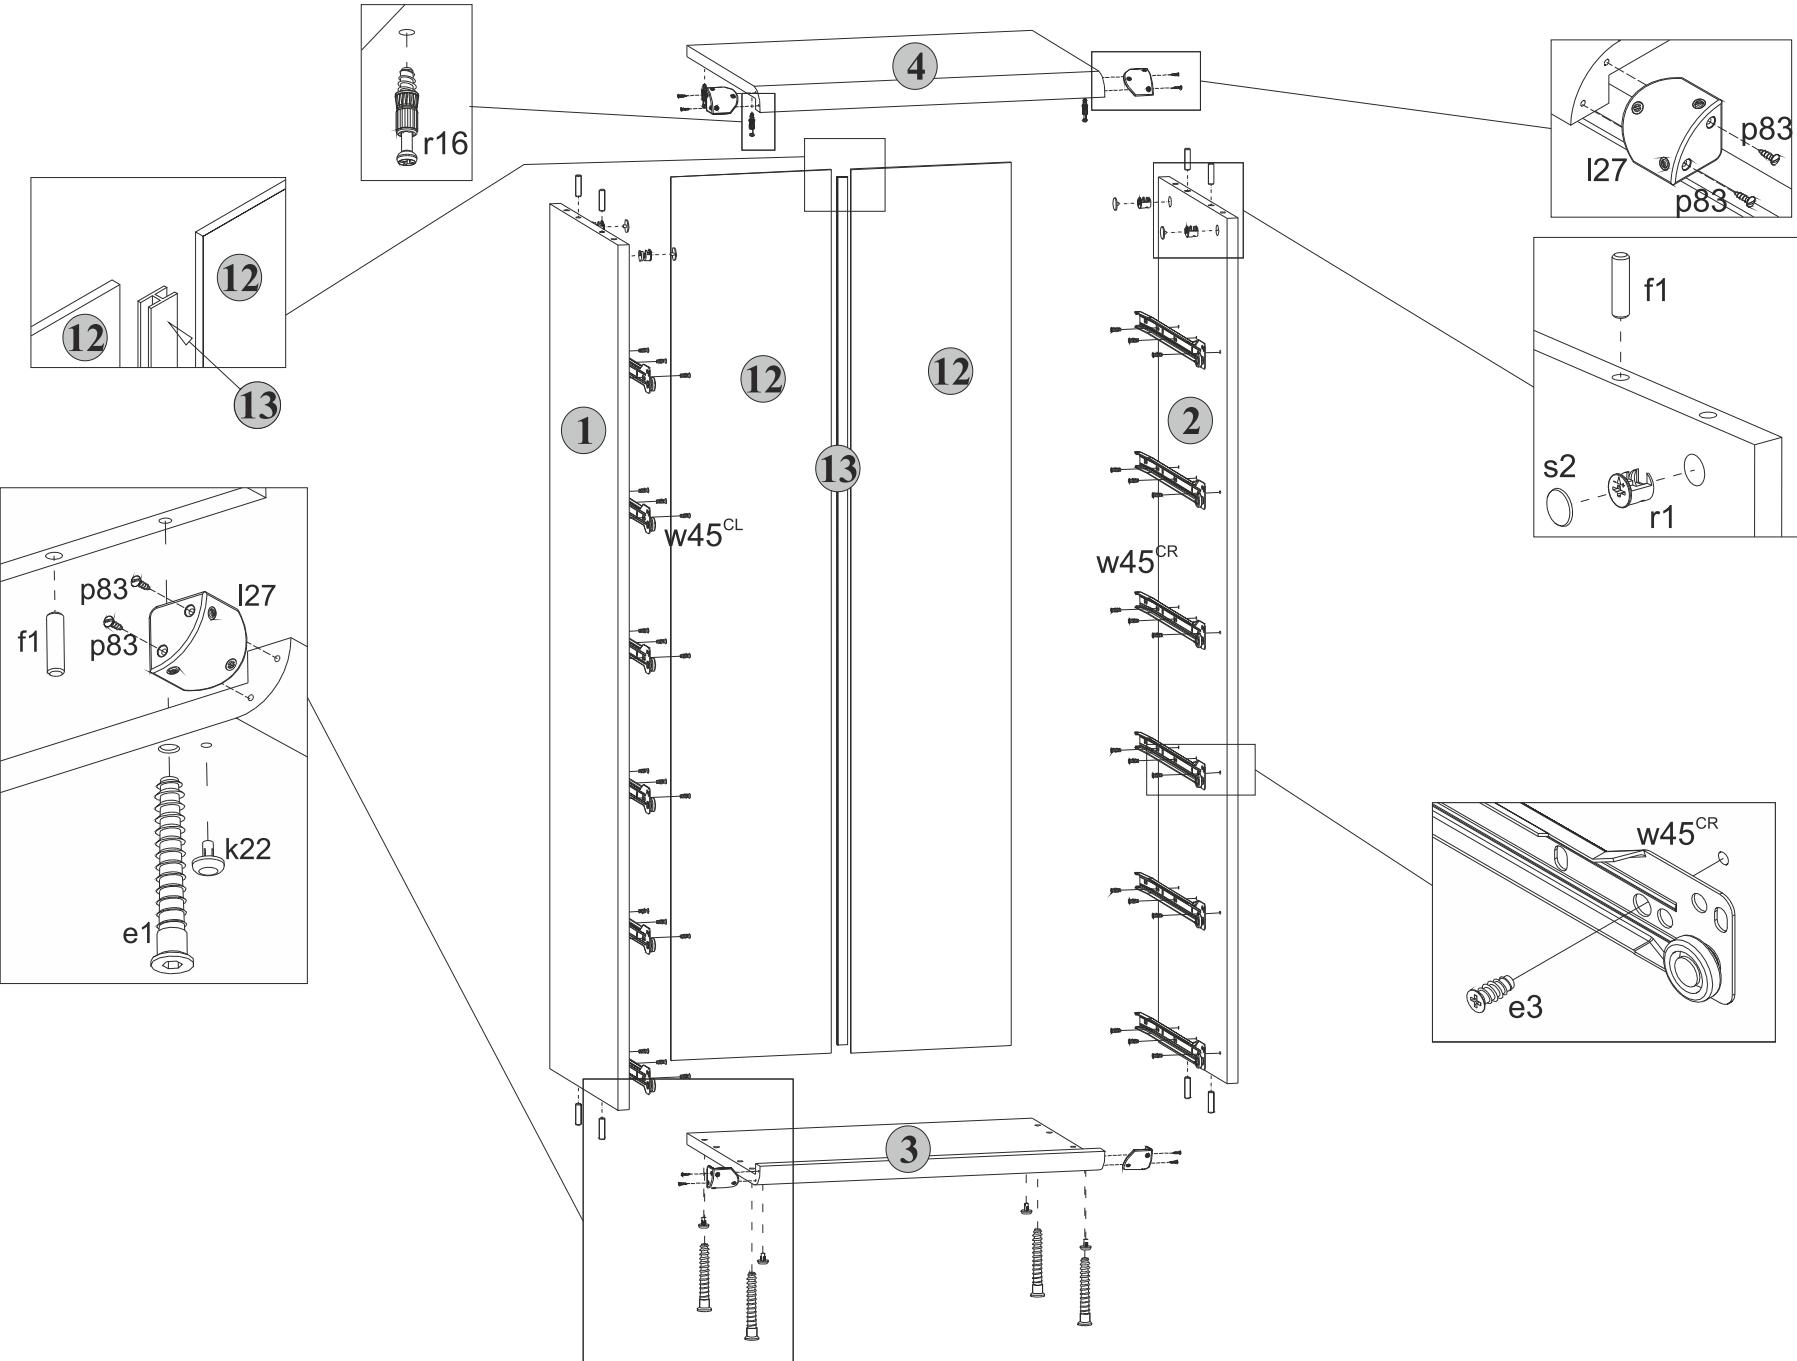

Рис. 2
5.4 На внутренних поверхностях стенок боковых **1** и **2** в отверстия диаметром **15 мм** вставить стяжки эксцентриковые **r1** (см.**рис. 2**).
5.5 В отверстия диаметром **5 мм** на нижней поверхности щита верхнего **4** вкрутить винты стяжки **r16**, пользуясь крестообразной отверткой (см.**рис. 2**).
5.6 В отверстия диаметром **4,5 мм** на нижней поверхности щита нижнего **3** вставить опоры полимерные **k22** (под пятники) (см.**рис. 2**).
5.8 К стенкам боковым **1** и **2** присоединить щит нижний **3** и стянуть еврошурупами **e1**, пользуясь специальным ключом **z1** из комплекта фурнитуры (см.**рис. 2**).
5.2 В отверстия диаметром **8 мм** на верхних и нижних кромках стенок боковых **1** и **2** вбить деревянные шканты **f1** (см.**рис. 2**).